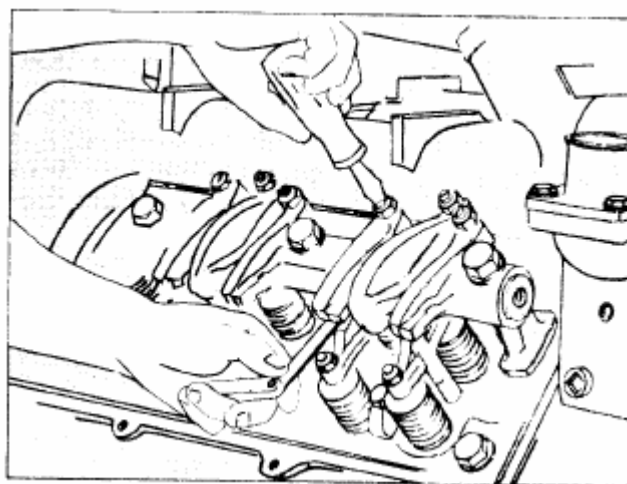

Рис. 2-34. (OM1040L) Регулировка клапанов
1. Ослабьте контргайку и отверните регулировочный винт. Введите щуп - калибр между рычагом коромысла и верхней частью крейцкопфа. Зазоры для клапанов показаны в таблице 2-10. Поворачивайте винт до тех пор, пока рычаг не прикоснется к калибру. Зафиксируйте регулировочный винт в этом положении с помощью контргайки. Рис. 2-34. Крутящий момент для контргайки показан в таблице 2-8. Смотрите пункт 2 в разделе «Регулировка плунжера инжектора».